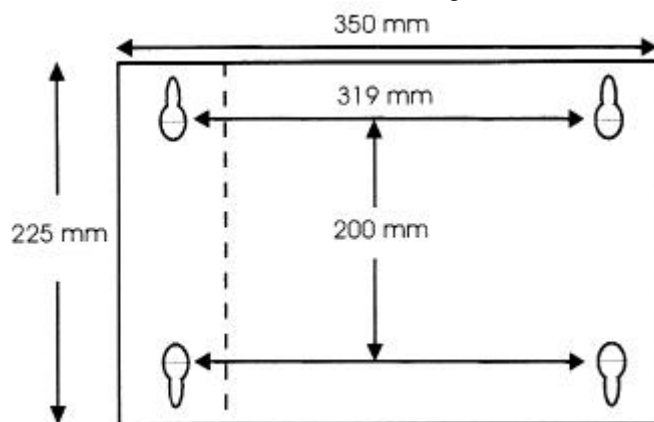

Figure 13 Gabarit de fixation du coffret détecteur
1. Créer un gabarit et repérer la position des trous de vis sur le mur. suivant le schéma se trouvant sur la Figure 13